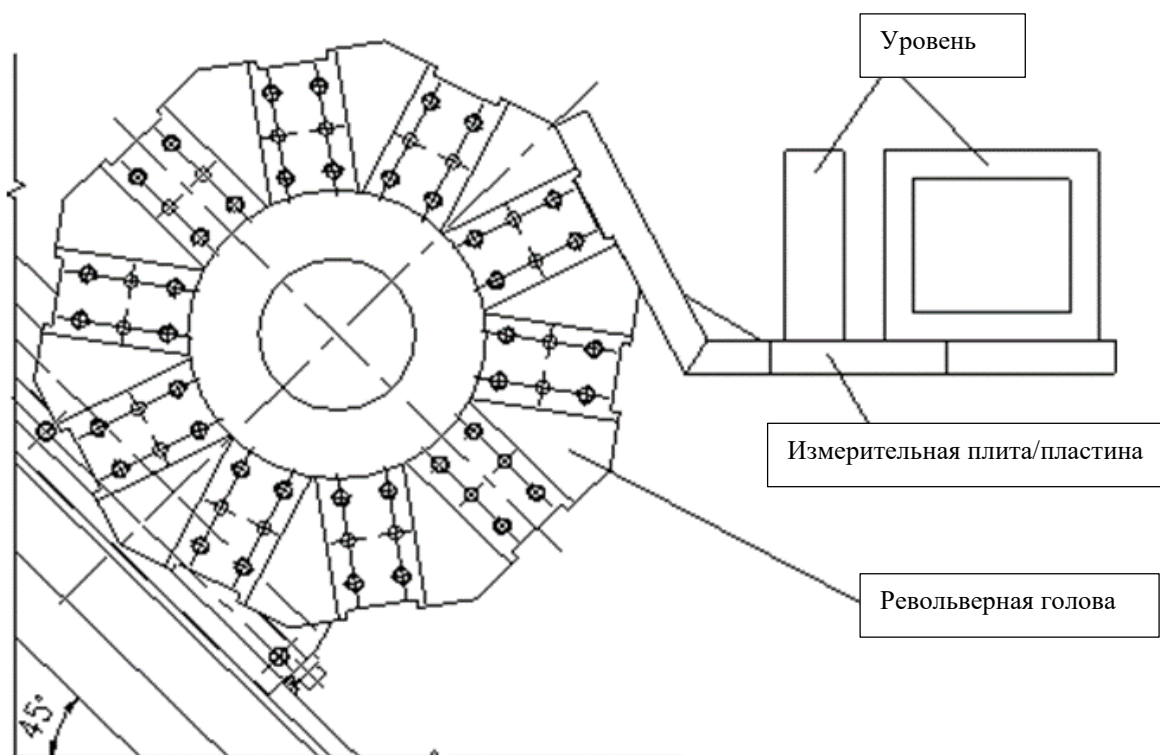

Рис. 8 Регулировка уровня станка
- Установите машинный уровень в указанных на Рис. 8 местах (продольное и поперечное направления).